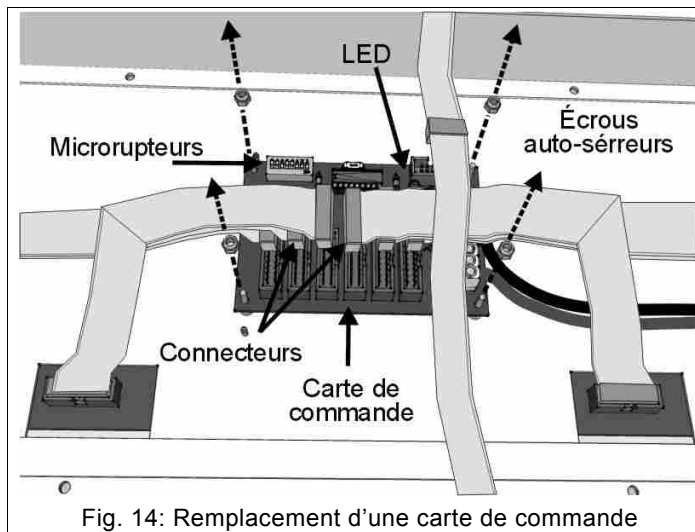

Fig. 14: Remplacement d'une carte de commande
2. Remplacez le câble qui connecte la carte à LED à la carte de commande (Fig. 14).
- repérez la carte de commande connectée à l'ensemble des cartes à LED défectueuses au moyen des câbles plats 16 contacts (Fig. 14). Si en alimentant le tableau, le LED monté sur cette carte de commande (Fig. 14) clignote, remplacez la carte de commande (chapitre 7.2); autrement, si le LED ne s'allume pas, remplacez le câble de connexion plat 10 contacts entre la carte des connecteurs et les cartes de commande.
- Repérez la carte (ou les cartes) de commande installée à l'intérieur du support (Fig. 14) et connectée aux cartes à LED défectueuses. Retirez tous les connecteurs de la carte en notant leur position.
- Avec une clé de 5,5 mm, dévissez les quatre écrous de serrage de la carte de commande (Fig. 14) et ôtez-la de son logement.